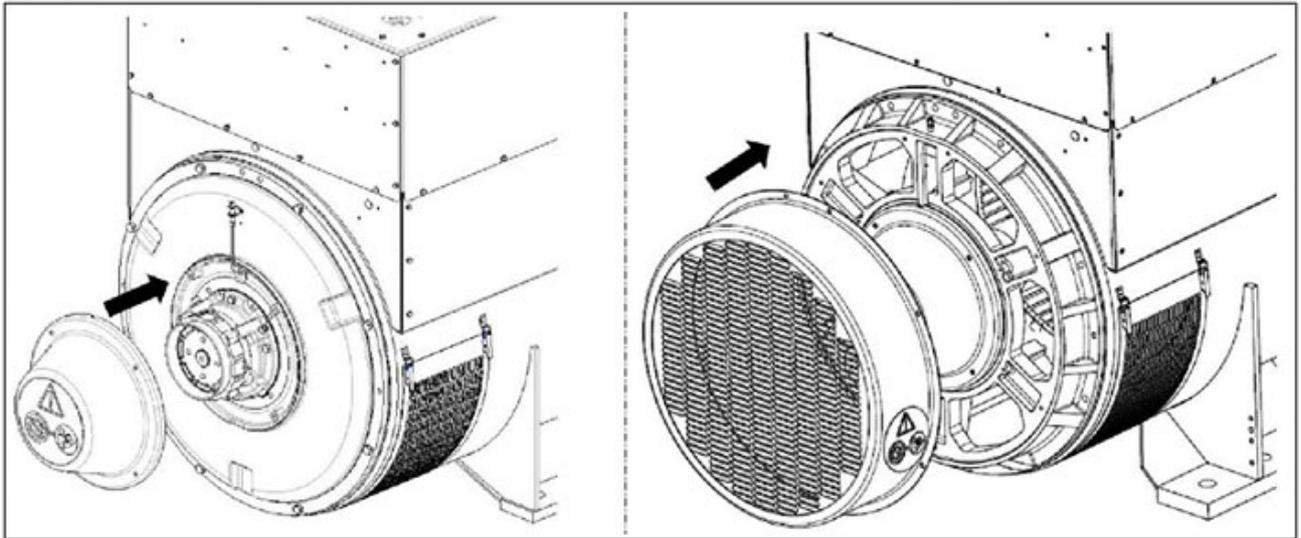

РИС. 18. ИНСТРУКЦИИ ПО СНЯТИЮ И УСТАНОВКЕ КРЫШКИ ОПОРЫ РОТОРА ДЛЯ ТРАНСПОРТИРОВКИ
См.: Рис. 18 на стр. 35.
1. Снимите все крышки, чтобы получить доступ к резьбовым заглушкам опоры ротора для транспортировки. См.: Рис. 18 на стр. 35.